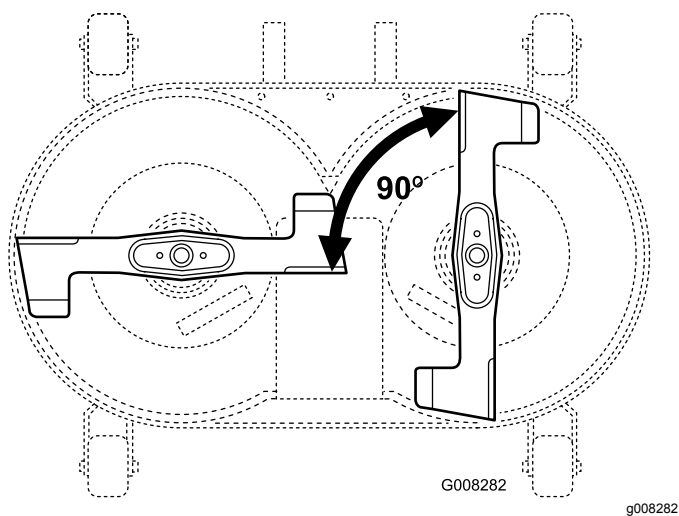

Figura 43
2. Sitúe una cuchilla perpendicular 90° a la otra (Figura 43).